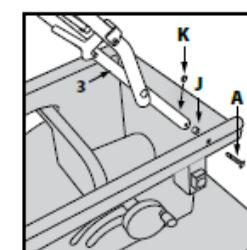

Рис. 6
- Прикрепите компонент 4 к устройству в его рабочем положении. Проследите, чтобы стопорный рычаг и штифт оказались с той же стороны, что и маховик подъема/опускания и регулировки уклона. (Рис. 6).